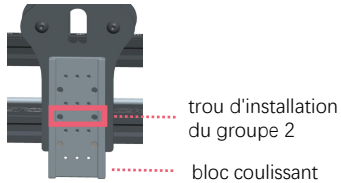

Figure 1
1. La machine de gravure laser dispose de 3 groupes de trous d'installation, le module laser sera réglé par défaut sur le premier groupe de trous. Veuillez retirer et réinitialiser le module laser au groupe 2 en tant que trous d'installation standard, comme indiqué sur les figures 1 et 2 ci-dessous.